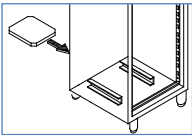

Figure 3
- Glissez-vous dans le peloton échéant, sur la partie inférieure du réfrigérateur, le bac à déchets de condensation et d’appareils qui ont des plateaux automatique, brancher le connecteur. (Fig. 3)